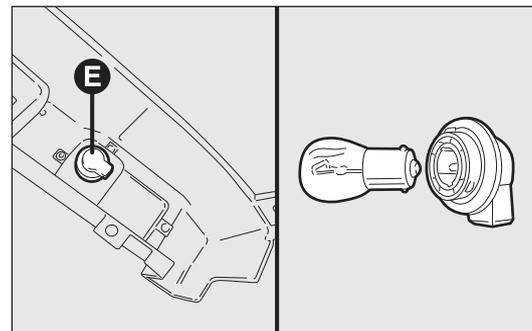

Abb. 200
- den Lampensockel E gegen den Uhrzeigersinn drehen (1/8 Umdrehung), die Glühlampe durch leichten Druck auf den Lampenkolben und Drehung gegen den Uhrzeigersinn herausnehmen („Bajonettverschluss“) und auswechseln Abb. 200.